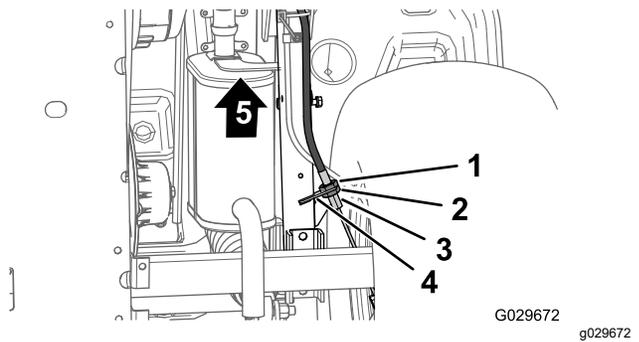

Figura 68
3. Sulla parte inferiore della macchina, allentate di 4 giri il controdado posteriore per il regolatore filettato del cavo del freno di stazionamento (Figura 68).
4. Serrate il controdado anteriore (Figura 68).
- A. Allentate di 1 giro il controdado anteriore (Figura 68) per il regolatore filettato del cavo del freno di stazionamento.
- B. Serrate il controdado posteriore (Figura 68).
- A. Allentate di 1 giro il controdado posteriore (Figura 68) per il regolatore filettato del cavo del freno di stazionamento.
- B. Serrate il controdado anteriore (Figura 68).